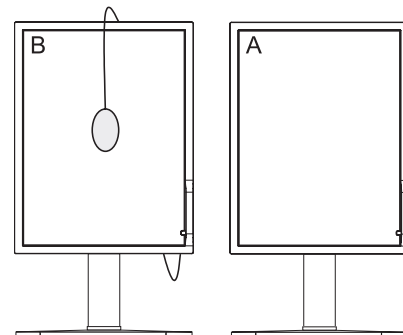

Abbildung 8
- Entfernen Sie den USB-Sensor vom Quellmonitor A und platzieren Sie ihn in der Bildschirmmitte von Monitor B (**Abbildung 8**).